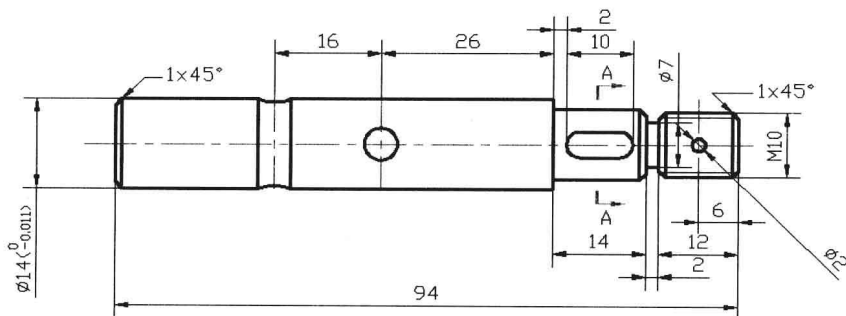

图 5-4-1
(1) 绘制或打开素材文件“5-4.dwg”，轴的主视图如图 5-4-1 所示。